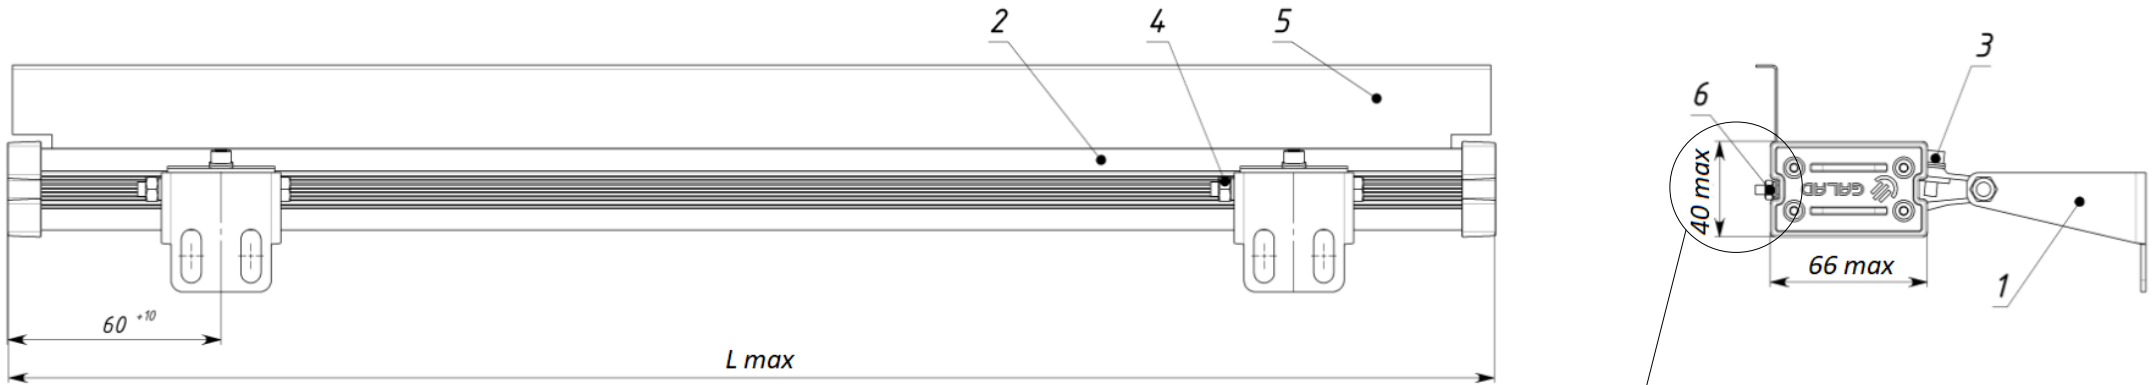

Рис. 1
1.1 Светильник GALAD Bega LED со светодиодными источниками света (рис. 1) устанавливается на горизонтальную, вертикальную или наклонную поверхности и предназначен для освещения рекламных щитов, архитектурного освещения фасадов зданий, памятников и т.п.
6.1 Для установки узлов подвеса на корпус светильника необходимо на кронштейне узла (1) ослабить винт (3). Не открывая крышек корпуса светильника, установить кронштейн (1) в пазы корпуса (2), для этого: расположить кронштейн винтом в сторону стекла, вставить противоположный от винта выступ кронштейна в паз корпуса и, нажав на кронштейн, вставить второй выступ в паз. Разместить кронштейны (рис. 1), закрепить на корпусе винтами (3) и затянуть с усилием не более 2,0 – 2,5 Н·м. Экран (5) (при наличии) закрепить на кронштейнах (6) согласно рис. 1, вставить кронштейн в паз на корпусе, повернуть его по часовой стрелке до упора, затянуть гайки с усилием 2,5-3,0 Н·м.